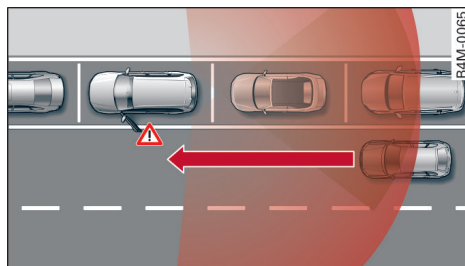

图 118 识别到有车接近
在系统条件允许的范围内，离车警告系统可识别从后面上来的车辆等交通情况并为您提供离车支持 ⇨ 图 118。系统使用车尾雷达感应器数据。
- 感应器探测区域 ⇨ 图 118 只是示意显示，展示的不是成比例的感应器作用范围。